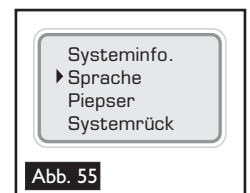

Abb. 55
- Um die Systeminformationen anzuzeigen, schalten Sie das Gerät mit der 'AN-AUS'-Taste ein (🔴). Drücken Sie die Eingabetaste (👉) um das Menü anzuzeigen und verwenden Sie die Aufwärts- und Abwärts-Taste (⬆️) um zu den 'Systeminfo.' zu gelangen (Abb. 55). Drücken Sie die Eingabetaste (👉) um zu dem Systeminformationsmenü zu gelangen (Abb. 56). Mit der 'ESCAPE'-Taste (❌) können